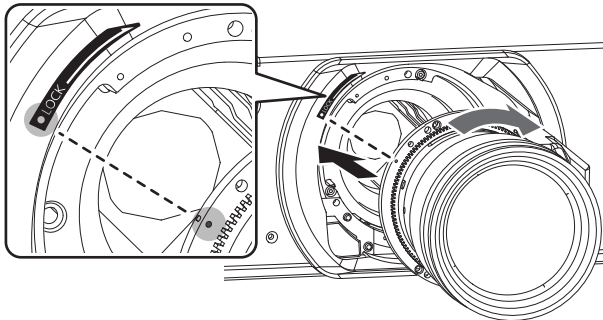

Fig. 1
- 1) **Inserire allineando il segno dell'obiettivo di proiezione (arancione) con il segno del corpo del proiettore (○ alla sinistra di LOCK) e ruotare in senso orario fino a percepire un clic. (Fig. 1)**